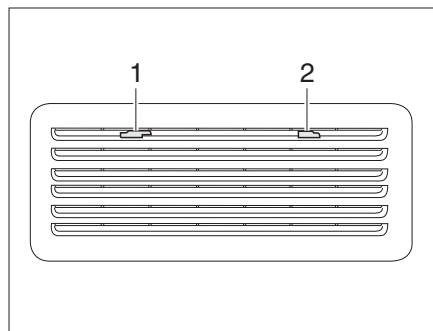

Fig. 132 Grille d'aération du réfrigérateur (Thetford)
- Pousser le dispositif de blocage (Fig. 132,1 et 2) vers le milieu.